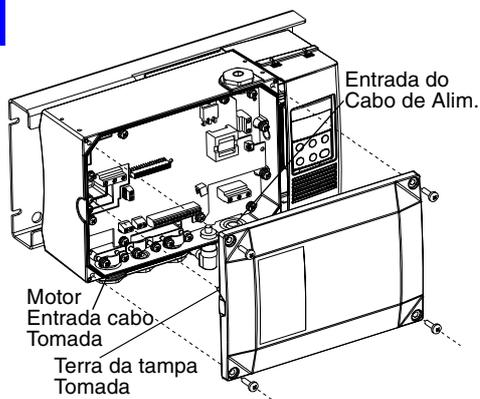

Figura 1
- Remover os tampões das entradas de cabos necessárias, ver Figura 1.
COLOCAR A TAMPA DO CONVERSOR. (Comprovar que a tomada de terra do conversor se encontra no seu lugar, ver Figura 1, e apertar os quatro parafusos.)